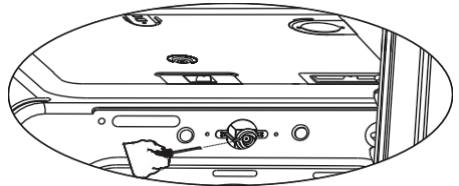

Figura 7
2. Quitar el inyector usando llave de tubo 7mm. como se ve en la (figura 7).